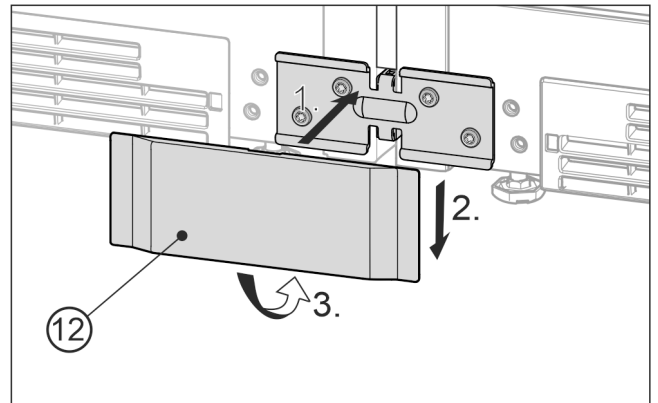

Fig. 24 Représentation à titre d'exemple
- ▶ Poser le cache Fig. 24 (12) inférieur de devant sur l'équerre Fig. 24 (1), exercer une pression vers le bas Fig. 24 (2) et encliqueter en bas Fig. 24 (3).